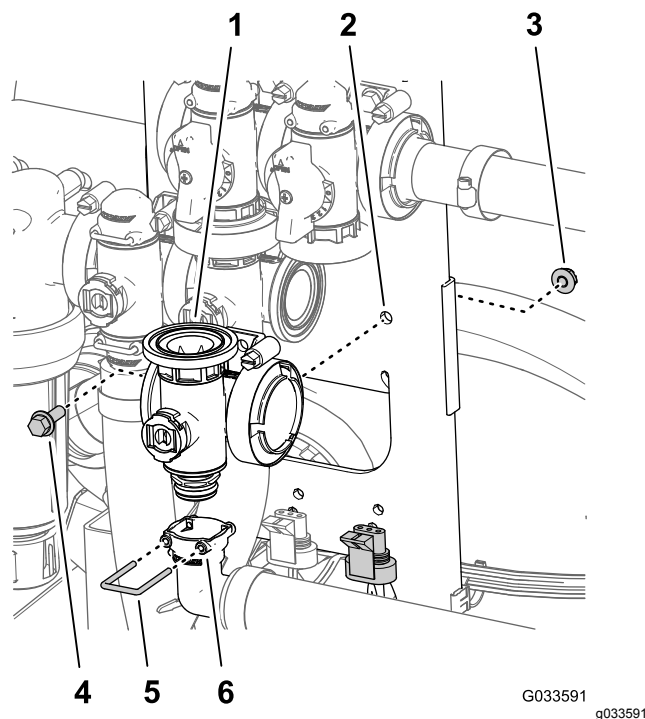

Bild 115
- Entfernen Sie den Halter, mit dem das 90°-Auslaufanschlusstück an der Verteilerkupplung für das Hauptauslegerventil befestigt ist (Bild 115).
- Entfernen Sie die Bundkopfschraube (1/4" x 3/4") und die Sicherungsbundmutter (1/4"), mit denen das Hauptauslegerventil an der Ventilbefestigung befestigt ist, und entfernen Sie den Ventilverteiler von der Maschine (Bild 115).